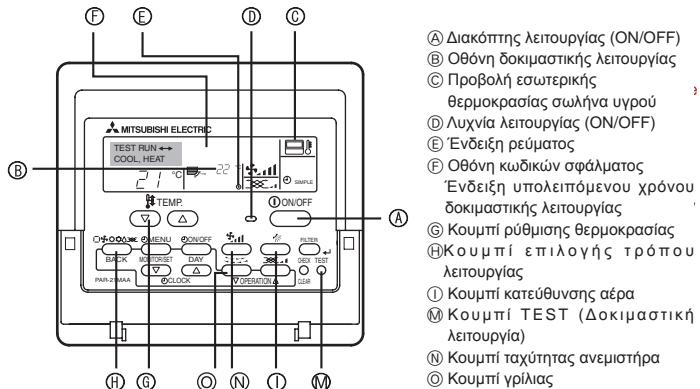

Fig. 7-1
7.2.1. Με ενσύρματο τηλεχειριστήριο (Fig. 7-1)
- ① Τροφοδοτήστε με ρεύμα τη μονάδα τουλάχιστον 12 ώρες πριν τη δοκιμαστική λειτουργία.
- ② Πατήστε δύο φορές το κουμπί [TEST] (ΔΟΚΙΜΗ). ➔ "TEST RUN" (ΔΟΚΙΜΗ) οθόνη υγρών κρυστάλλων
- ③ Πατήστε το κουμπί επιλογής τρόπου λειτουργίας [Mode selection] (Επιλογή τρόπου λειτουργίας) και επιλέξτε τη λειτουργία ψύξης (ή θέρμανσης). ➔ Βεβαιωθείτε ότι ψυχρός (ή θερμός) αέρας φυσά προς τα έξω.
- ④ Πατήστε το κουμπί ταχύτητας αέρα [Fan speed] (Ταχύτητα αέρα). ➔ Βεβαιωθείτε ότι η ταχύτητα του αέρα είναι ενεργοποιημένη.
- ⑤ Πατήστε το [Κουμπί κατεύθυνσης αέρα] ή [κουμπί Γρίλιας]. ➔ Ελέγχετε τη λειτουργία του πτερυγίου ή της γρίλιας.
- ⑥ Ελέγχετε τη λειτουργία του ανεμιστήρα της εξωτερικής μονάδας.
- ⑦ Σταματήστε τη δοκιμαστική λειτουργία πατώντας το κουμπί λειτουργίας [ON/OFF] /ΛΕΙΤΟΥΡΓΙΑ/ΣΤΟΠ button ➔ Διακοπή
- ⑧ Καταχώρηση αριθμού τηλεφώνου.